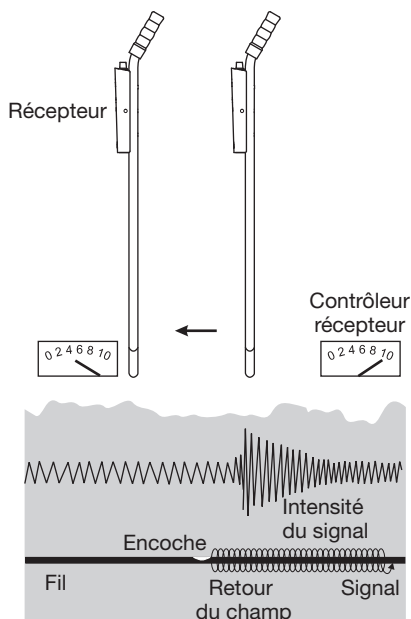

Figure 4 – Repérage d'une encoche
- Les plus grosses encoches dans le fil peuvent être repérées pratiquement de la même manière que pour la détection des ouvertures. Suivre les signaux nuls et forts le long des côtés du fil jusqu'à ce que le signal devienne très faible le long des côtés du signal nul. Ceci se produira sur une distance assez courte. L'émetteur de signal tend vers la terre lorsqu'il détecte une encoche et cherche à retourner vers le pieu de mise à la terre le long du fil lui-même. La plupart des signaux s'arrêtent au niveau de l'encoche en indiquant une faible réception de signal, juste au-delà de l'encoche. (Voir la Figure 4.)